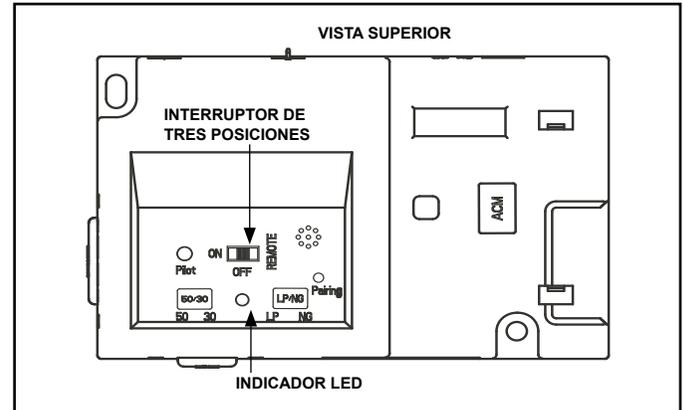

Figura 3.4 IFT-ECM
1. El módulo de control electrónico (IFT-ECM) cuenta con un interruptor selector de tres posiciones (ENCENDIDO/ APAGADO/REMOTO) que se debe configurar para lograr un funcionamiento adecuado. Consulte la Figura 3.4. Al cambiar las posiciones del interruptor, es importante hacer una pausa en cada posición durante 1 o 2 segundos.